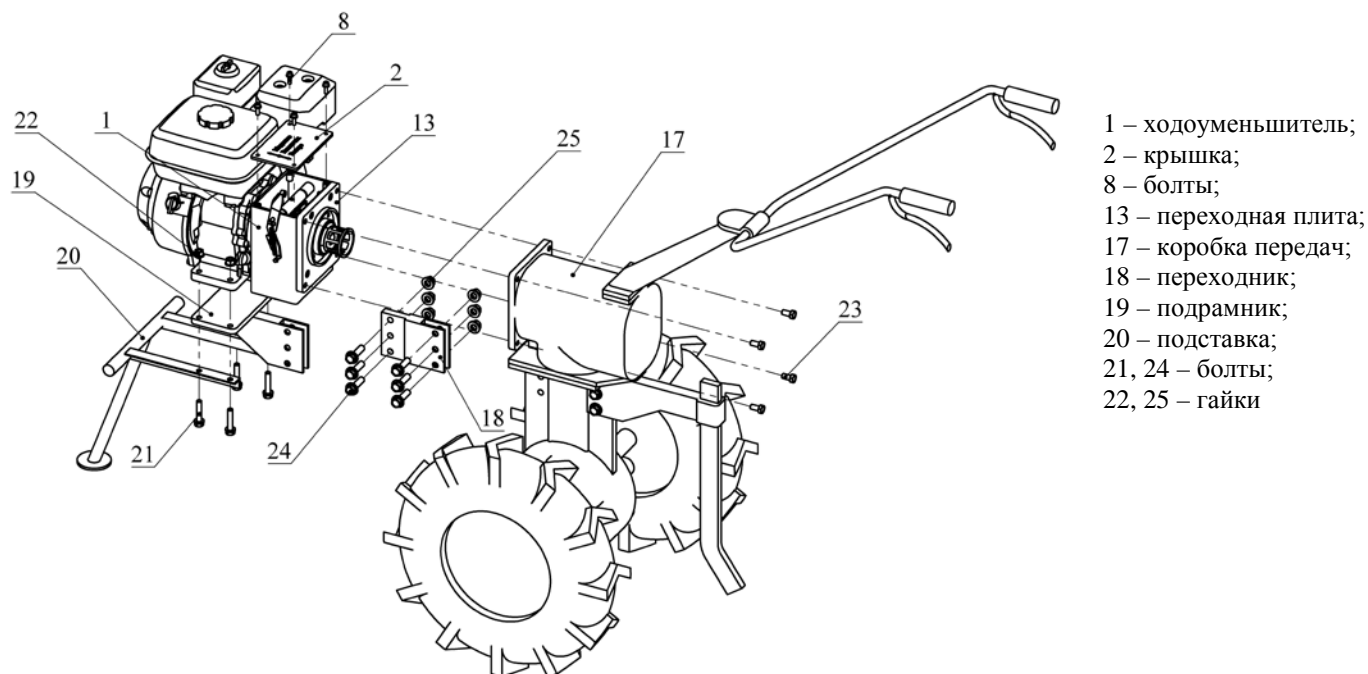

Рис.10 – Схема монтажа мотоблока с установленным ходоуменьшителем
15. Обезжирьте сопрягаемые поверхности переходной плиты поз.13 и коробки передач поз.17 (рис.10).